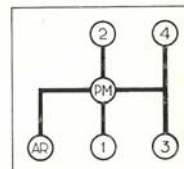

Fig. 4
- Débrayez, passez en 1^{re}, desserrez le frein à main, en appuyant sur le bouton supérieur, tirez légèrement vers vous et repoussez vers l'avant. Embraiez doucement, puis passez vos autres vitesses sans brutalité (Fig. 4).